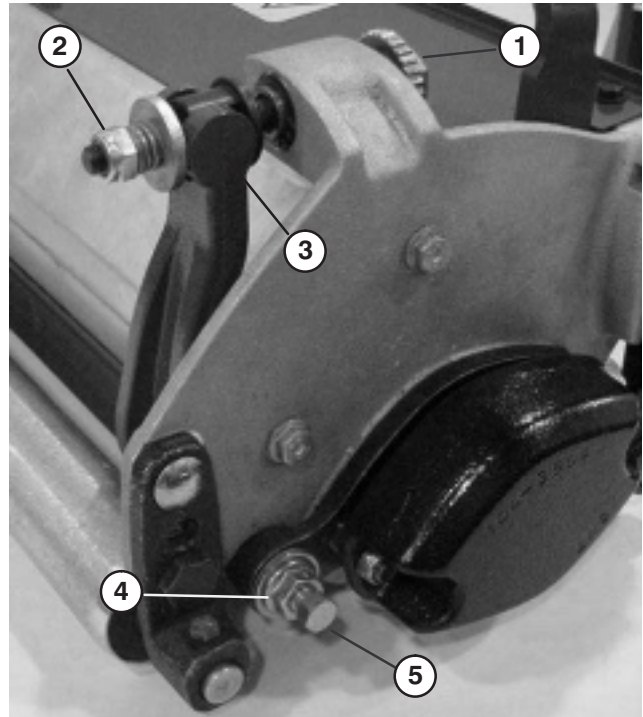

Figure 51
1. Tournez la vis de réglage de la barre d'appui dans le sens anti-horaire pour éloigner la contre-lame du cylindre (Fig. 51).
2. Faites sortir l'écrou de tension du ressort jusqu'à ce que la rondelle ne soit plus tendue contre la barre d'appui (Fig. 51).
3. De chaque côté de la machine, desserrez l'écrou de blocage qui maintient le boulon de la barre d'appui (Fig. 51).
4. Retirez les boulons de la barre d'appui de façon à pouvoir abaisser la barre et la déposer de la machine. Mettez de côté les 2 rondelles en nylon et les 2 rondelles en acier estampé de chaque côté de la barre d'appui (Fig. 51).